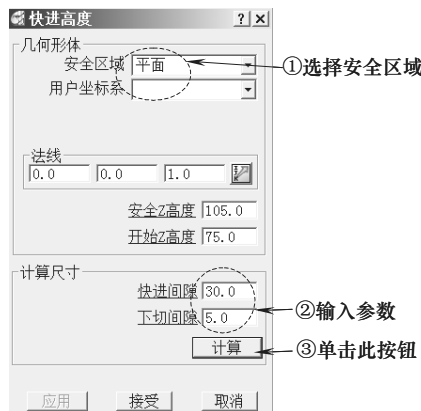

图 8-115 设置快进高度参数
(3) 设置快进高度 在 PowerMILL “综合” 工具栏中，单击“快进高度”按钮，打开“快进高度”表格，按图 8-115 所示设置快进高度参数，完成后单击“接受”按钮退出。
(4) 设置加工开始点和结束点 在 PowerMILL “综合” 工具栏中，单击“开始点和结束点”按钮，打开“开始点和结束点”表格，设置开始点为“毛坯中心安全高度”，结束点为“最后一点安全高度”。